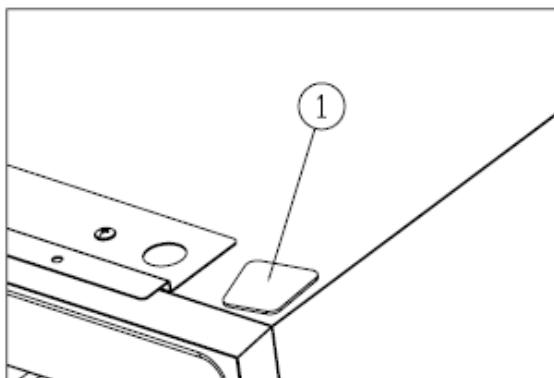

Figure 4
- Installez le cache de l'autre côté①. [Figure 4]